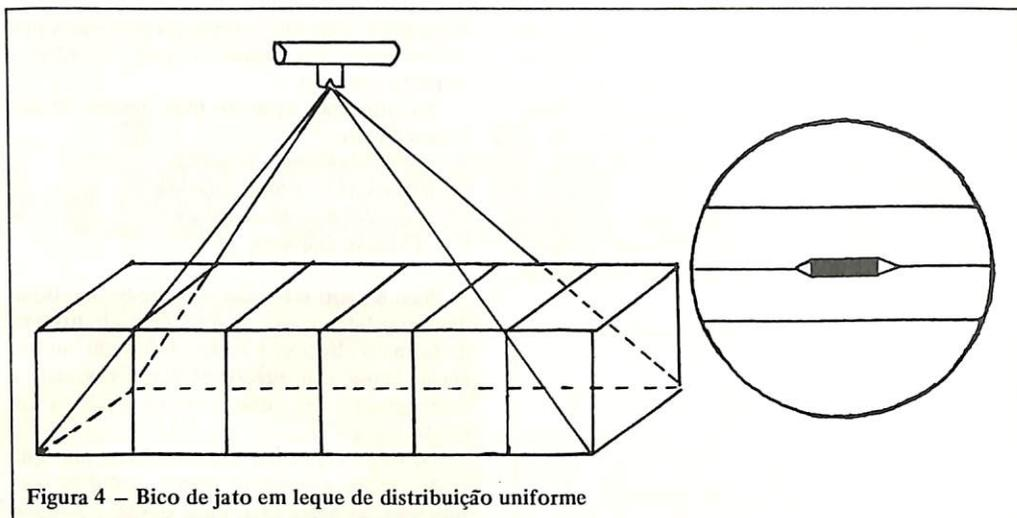

Figura 4 – Bico de jato em leque de distribuição uniforme
b) bicos leque de distribuição uniforme (Even Flat & Spray Pattern) – São utilizados em pequena escala, em aplicações em faixa, pois apresentam uma concentração uniforme em toda a largura da faixa de deposição. Têm como característica o formato retangular do orifício. Os bicos são identificados pela letra “E”, que vem escrita após os números de identificação (8003 E) (Figura 4).